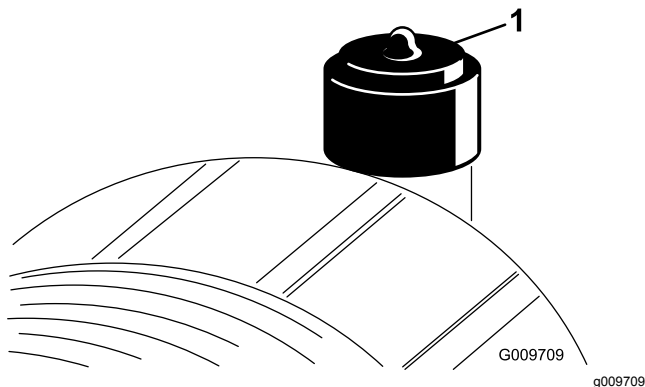

図 25
エアクリーナの整備はインジケータ図 25 が赤色になってから行ってください。早めに整備を行っても意味がありません。むしろフィルタを外したときにエンジン内部に異物を入れてしまう危険が大きくなります。
6. インジケータ図 25 が赤になっている場合はリセットする。